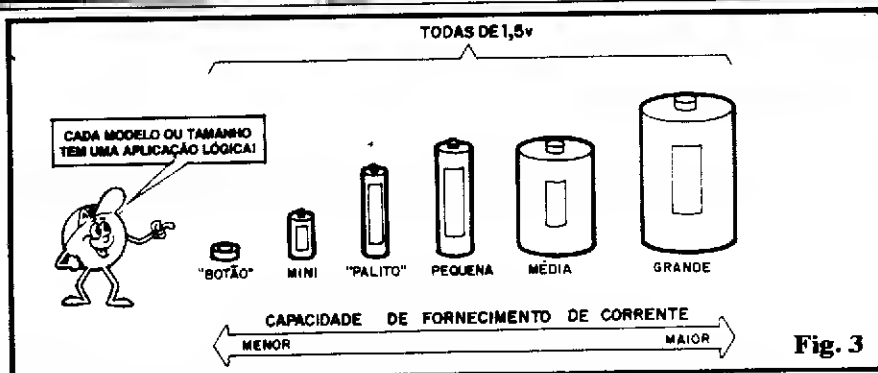

Fig. 3
De pilhas ou pequenas baterias não podemos esperar a mesma **quantidade** de "alimento energético" obtida numa tomada de C.A., assim apenas quando o circuito naturalmente consome pouca energia (em termos relativos...) é que torna-se conveniente alimentá-lo com pilhas. Mesmo entre as fontes "portáteis" (pilhas ou baterias de qualquer tipo) existe uma sensível variação nas suas capacidades de fornecimento de **corrente** (nunca esqueçam da velha fórmula que traduz a **Potência** ou Energia final, representada pelo **produto** da **Tensão** pela **Corrente** - revejam as primeiras "Aulas" do ABC...) que - por razões industriais - são diretamente proporcionais ao **tamanho** e peso da dita pilha ou bateria (fig. 3).
- FIG. 3 - A capacidade de forne-